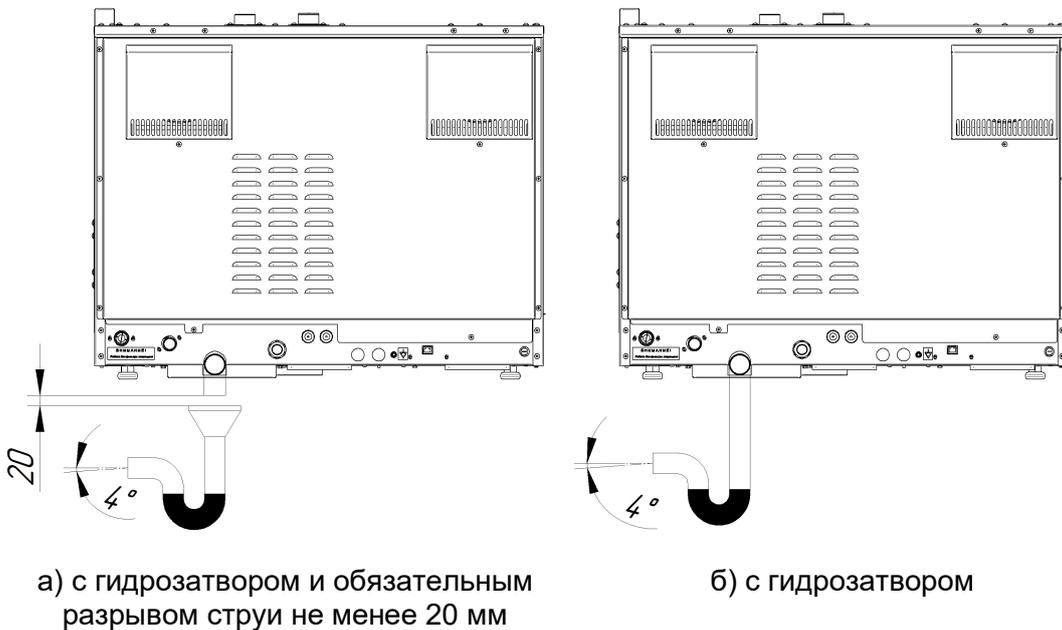

Рис. 5 Подключение к канализации печи КЭП-5ПП
- подключить печь к системе канализации внеш. диам. трубы $d=40$ мм (рис. 1-3 поз. 18) с учетом требований СНиП 2.04. 01-85 п. 17.11 (рис. 5). Подключенный шланг должен иметь гарантированный уклон.